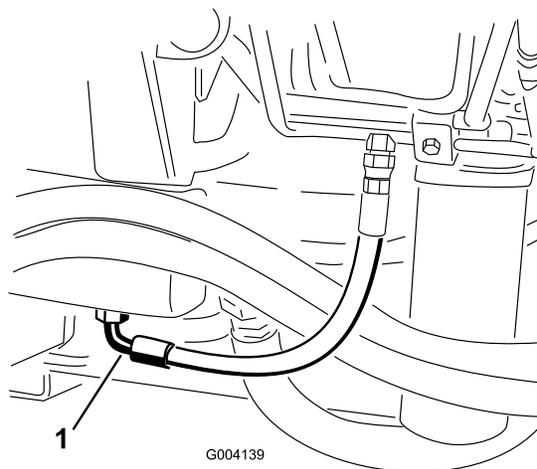

Bild 77
2. Stellen Sie eine große Auffangwanne unter das Anschlussstück, das unten am Behälter der Hydraulikflüssigkeit befestigt ist (Bild 77).